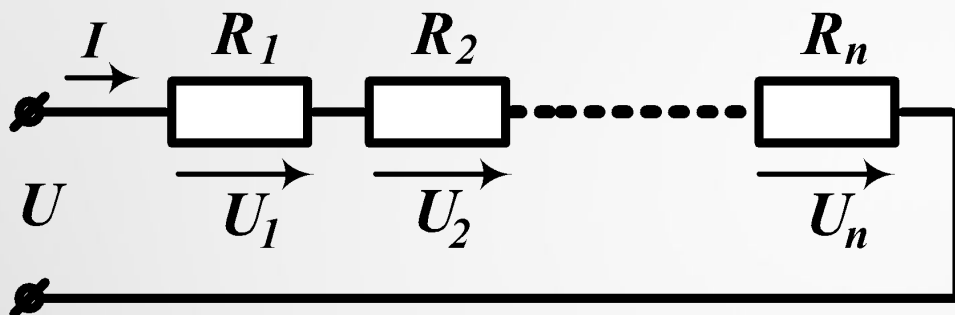
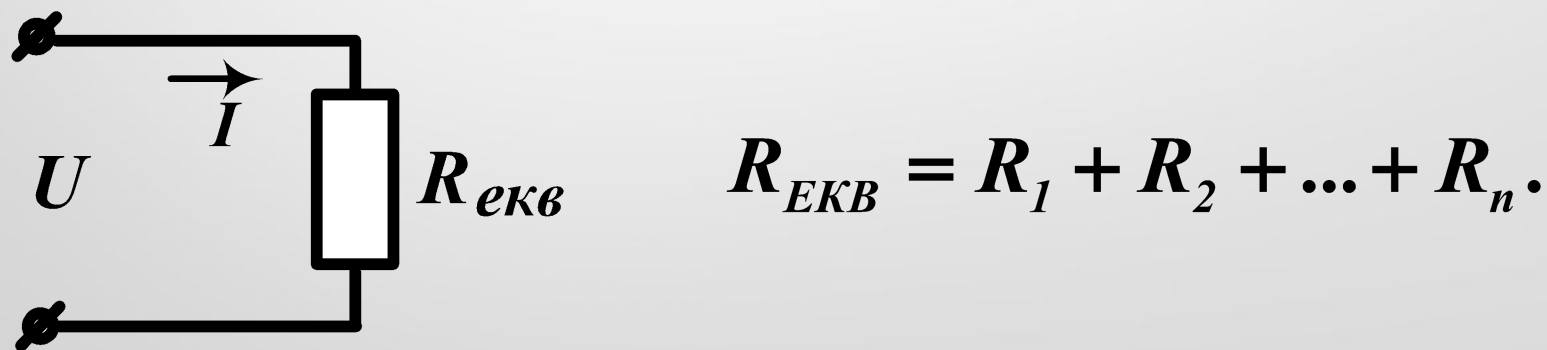

Рисунок 2.1 Початкова схема
Рисунок 2.2 Змінена схема
1) Послідовне перетворення полягає в заміні декількох елементів (рис. 2.1), включених послідовно, одним еквівалентним (рис. 2.2).